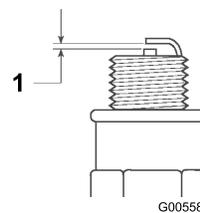

Figure 50
4. Réglez l'écartement entre les électrodes centrale et latérale à 0,76 mm (0,03 po) (Figure 50).